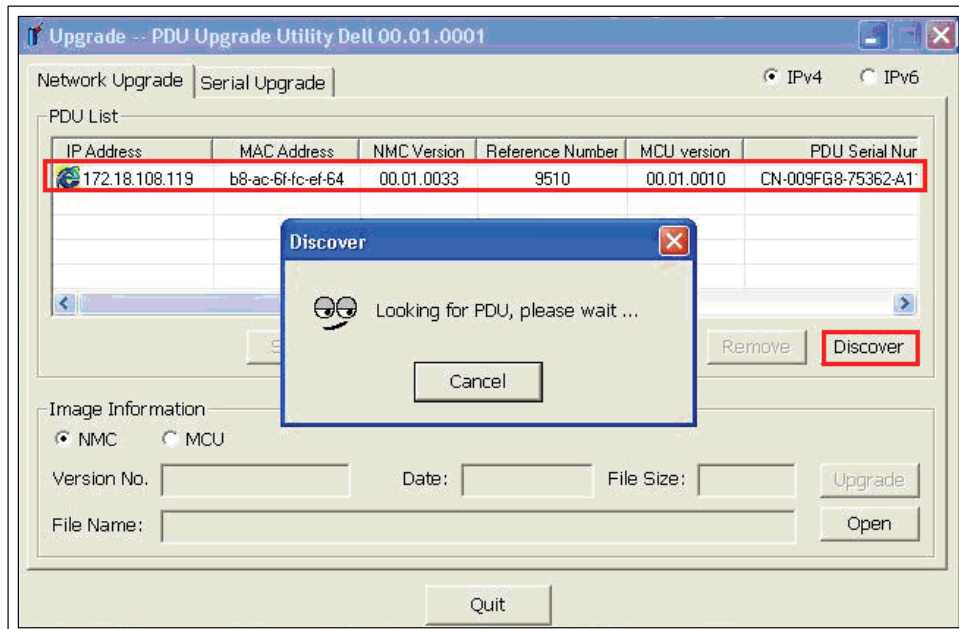

図6. アップグレードするrPDUの確認
- 5 アップグレードするrPDUがPDU Listパネル内に表示されることを確認します(図6参照)。